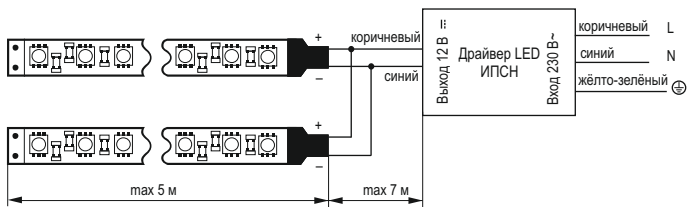

Рисунок 2 – Схема параллельного подключения одноцветной светодиодной ленты к источнику питания IP67
12.1.3 Схема параллельного подключения одноцветной светодиодной ленты к источнику питания IP20 показана на рисунке 1, к источнику питания IP67 показана и рисунок 2.